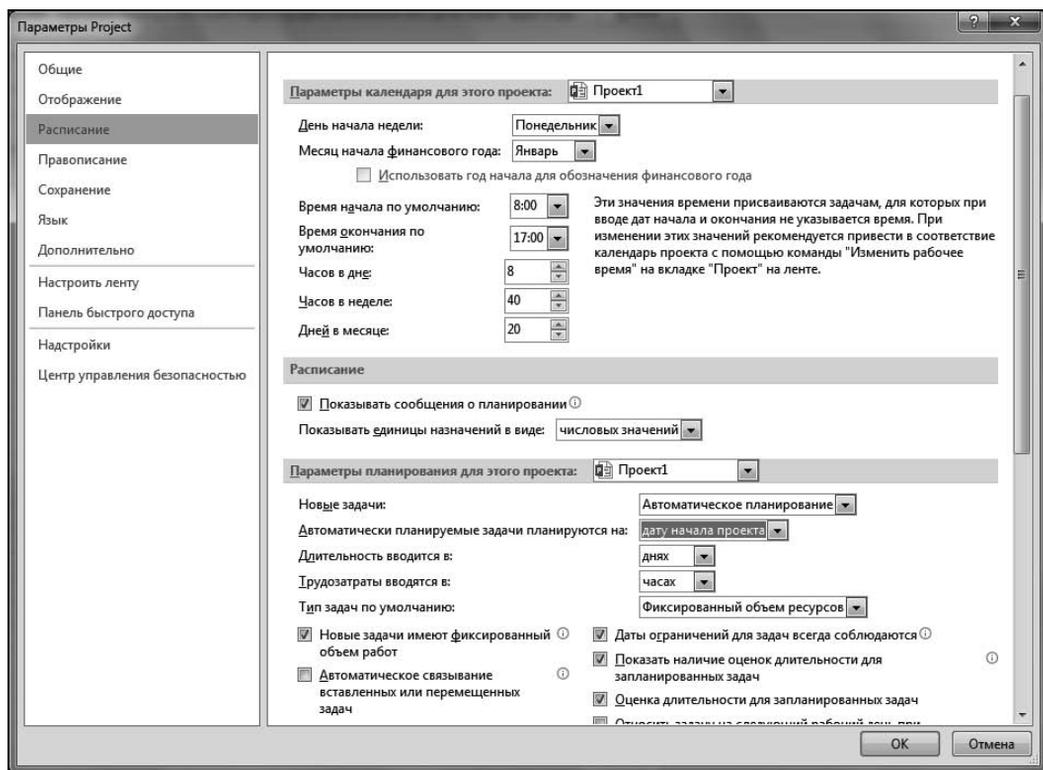

Рис. 5.3. Окно настройки параметров проекта, вкладка **Расписание**
2. Для того чтобы в перспективе обеспечить максимальное удобство работы с Project, перед сохранением файла графика целесообразно установить нужные режимы работы с этим файлом. Для этого следует выбрать команду **Файл | Параметры** и затем выбрать команду **Расписание**. Выполнить в этом окне (рис. 5.3) следующие действия¹:
ным вводом размерности единиц времени можно пренебречь, если есть уверенность в корректной настройке размерности единиц времени. Это можно сделать с помощью команды **Файл | Параметры | Расписание** в окне **Длительность указана в** (см. рис. 5.3).
В Project, как и в других системах управления проектами, размерность показателя **Трудозатраты** является временной и определяется выбором соответствующего показателя с помощью поля **Трудозатраты вводятся в** (окно настройки параметров проекта, команда ленты меню **Файл | Параметры**, вкладка **Расписание** — см. рис. 5.3).